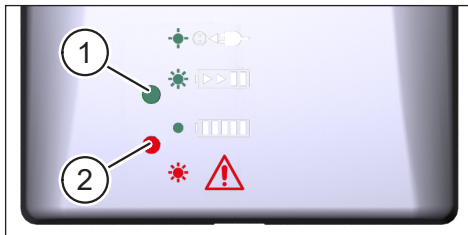

Fig. 27: LED rouge et verte sur Haibike The Battery Charger 4A
Le chargeur est doté d'une LED verte (pos. 1 dans Fig. 27) et d'une LED rouge (pos. 2 dans Fig. 27) pour signaler les états de fonctionnement (voir Tab. 10).